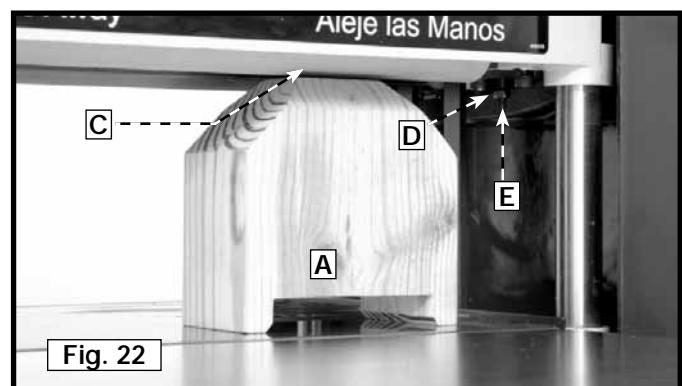

Fig. 22
- Mueva el bloque de calibre (A), Fig. 22, menos el calibre de espesores, bajo un extremo del rodillo de avance de salida (C), de la manera que se muestra en la ilustración. La parte inferior del rodillo de avance de salida debe tocar justo la parte superior del bloque de calibre.
- Si la altura del rodillo de avance de salida debe ajustarse, afloje la tuerca de fijación (D), Fig. 22, y gire el tornillo de ajuste (E) hasta que el rodillo de avance de salida justo toque el bloque de calibre (A). Apriete la tuerca de fijación después de realizar el ajuste.